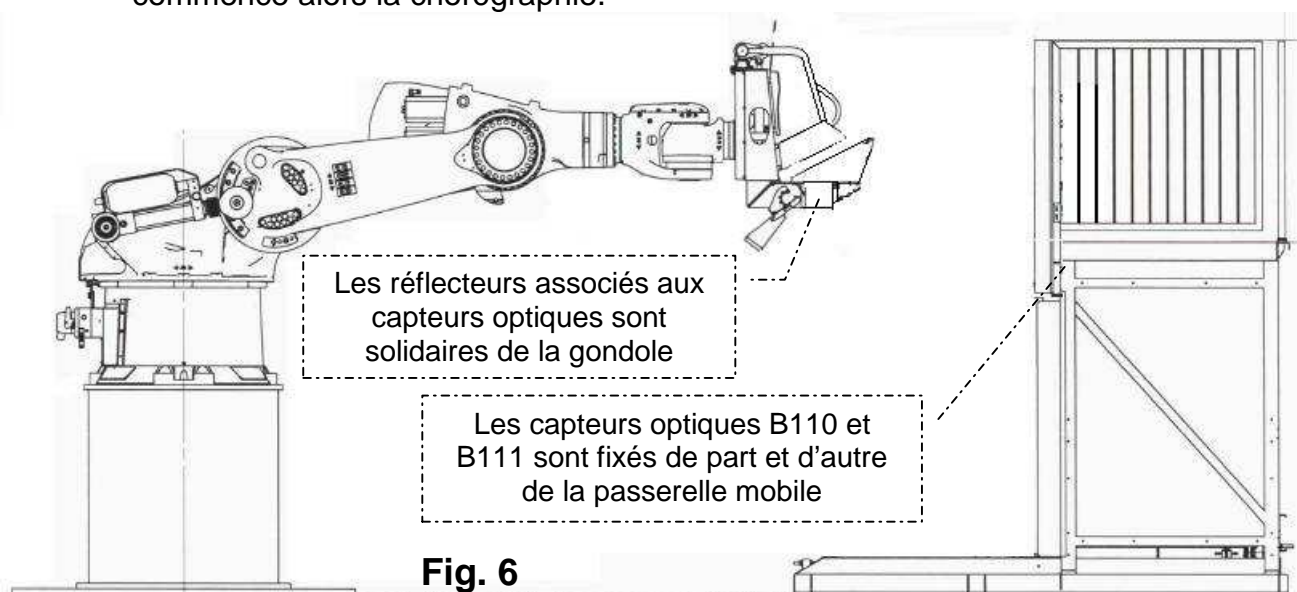

**Fig.3**
- Le robot est placé en position d'attente de chargement appelée « Home position », voir fig.3.